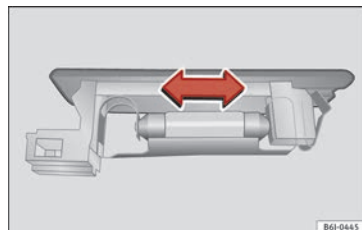

Bild 119 Bakluckeljus.
- Tryck glödlampan åt sidan och ta bort den från huset » **bild 119**.